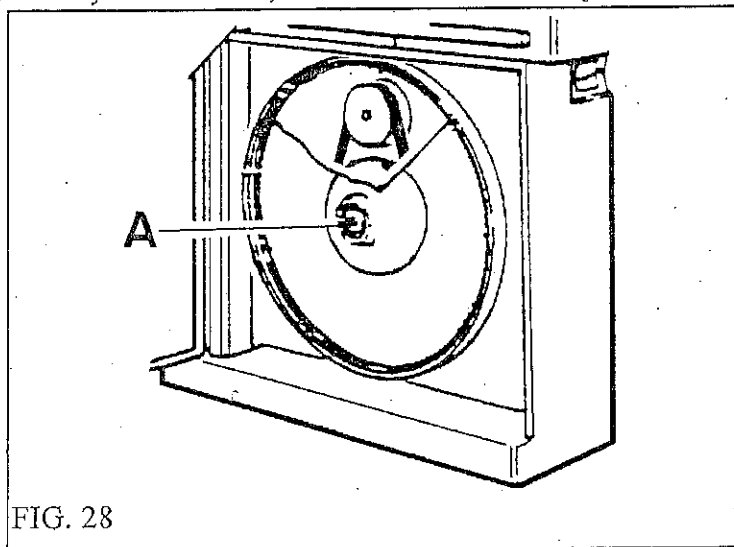

FIG. 28
- Avlägsna skruven A och ta bort drivhjulet B från axeln för hand eller med hjälp av en utdragare (fig. 28).
- Avlägsna skruven A och ta bort drivhjulet B från axeln för hand eller med hjälp av en utdragare (fig. 28)